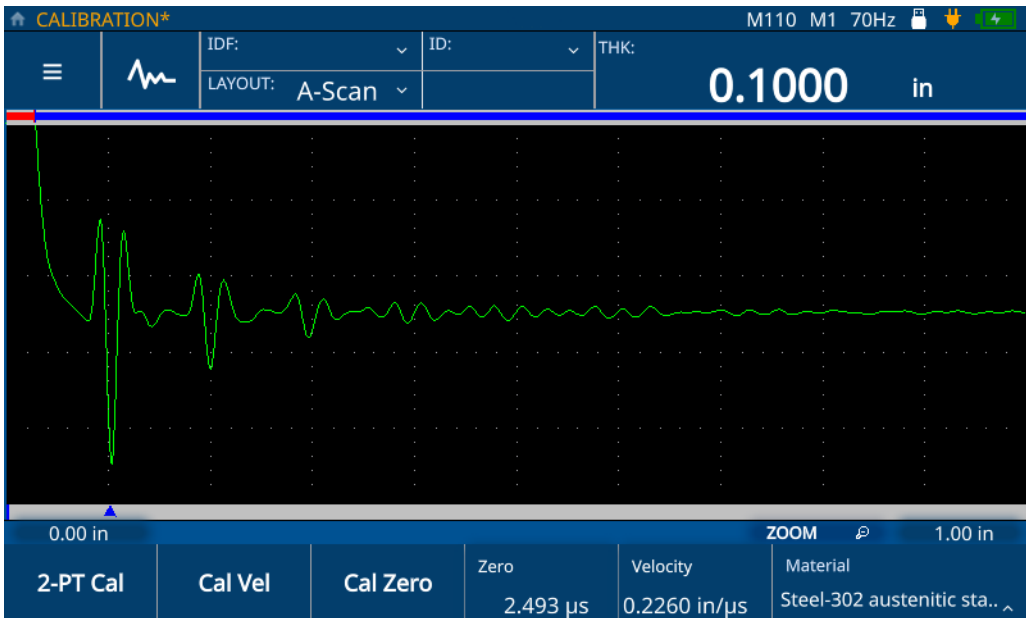

Figura 5-12 Conclusão da calibração de 2 pontos
9. Toque no ícone de marca de seleção para salvar o valor e sair do modo de edição (consulte Figura 5-12 na página 51).